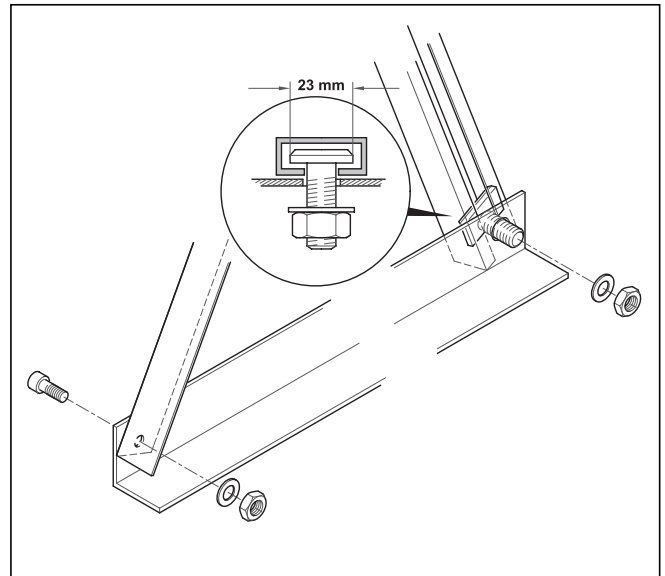

Abb. 7.16 Winkelprofile und C-Profile verbinden
- Befestigen Sie je ein langes Winkelprofil (2235 mm) an der jeweils vorderen Bohrung der bereits montierten Profile mit je einer Schraube M8 x 30, einer Mutter und einer Unterlegscheibe (s. Abb. 7.16).
- Befestigen Sie je ein langes C-Profil (2235 mm) an der jeweils hinteren Bohrung der bereits montierten Profile mit je einer Hammerkopfschraube M10 x 30, Kopf­länge 23mm, einer Mutter und einer Unterlegscheibe (s. Abb. 7.16).